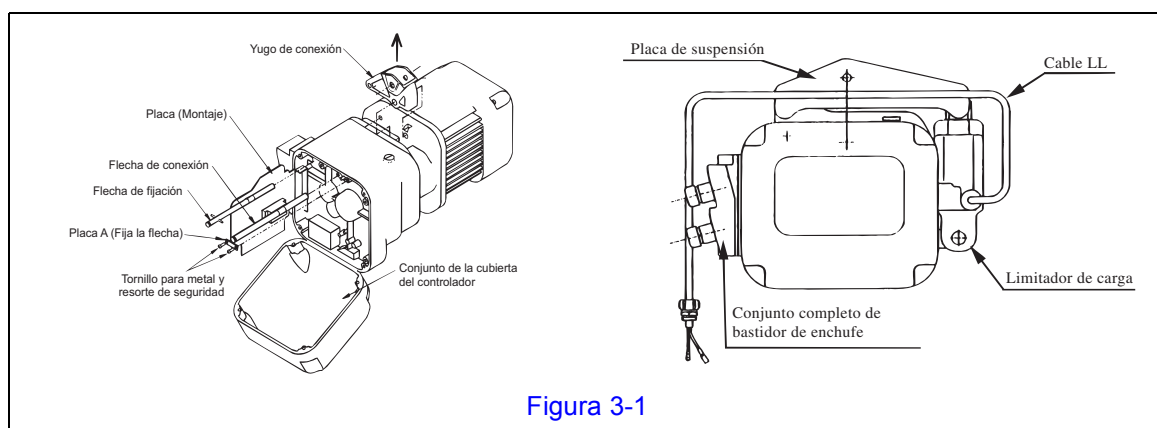

Figura 3-1
- 1) Consulte la Figura 3-1.
- 5) Consulte la Figura 3-1 y localice el conjunto del LL como se ilustra. Alinee los orificios (del conjunto del LL y de la flecha de conexión) y vuelva a instalar la flecha de conexión. Vuelva a instalar la flecha de fijación del polipasto. Nota: la flecha de fijación no pasa a través del conjunto del LL.
- 7) Pase el cable del LL sobre el cuerpo del polipasto, en el lado de la cubierta de control de la placa de suspensión, como se muestra en la Figura 3-1. Mantenga la placa de montaje de los componentes eléctricos libre y la placa de control abierta para instalar sujetador L del bastidor de enchufe de enchufe y efectuar las conexiones eléctricas que sean necesarias.
- 5) Pase el cable del LL sobre el cuerpo del polipasto, en el lado de la cubierta de control de la placa de suspensión, como se muestra en la Figura 3-1. Mantenga la placa de montaje de los componentes eléctricos libre y la placa de control abierta para instalar el sujetador L del bastidor de enchufe y efectuar las conexiones eléctricas que sean necesarias.